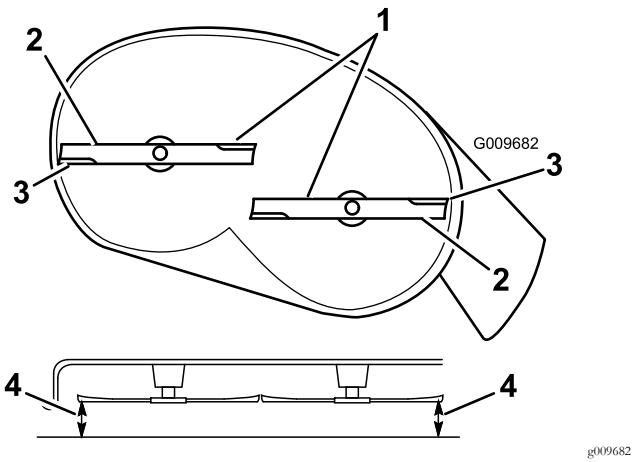

Figura 53
- Gire cuidadosamente las cuchillas hasta que estén todas orientadas lateralmente (Figura 53).
5. Mida entre los bordes de corte exteriores y la superficie plana (Figura 53). Si hay una diferencia de más de 5 mm (3/16") entre ambas dimensiones, se requiere un ajuste; siga con este procedimiento.